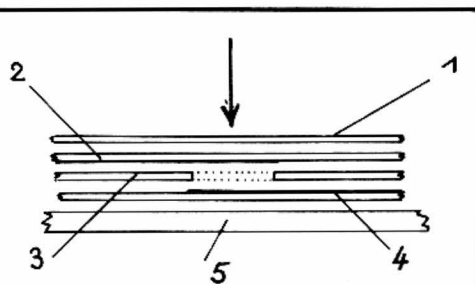

FIGURE 1. — Clavier à membrane.
**nomique pour le fabricant, mais de frappe désastreuse pour l'utilisateur : deux circuits imprimés, minces et souples, supportent les plots de contact et les liaisons au connecteur. Ils sont séparés par une feuille isolante, présentant un trou en face de chaque touche. Ainsi, en appuyant là où il faut avec le doigt, les pistes respectives sont mises en contact. Voir la figure 1 qui illustre le fonctionnement du système.**